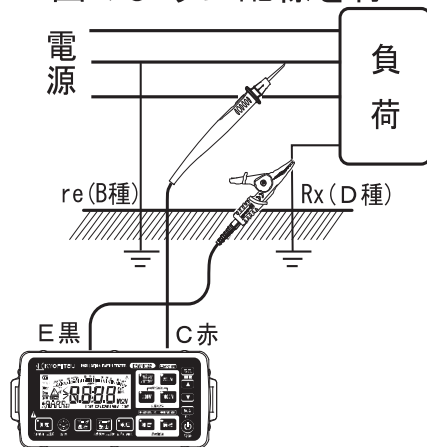

図 9-3
(5) 簡易測定による測定値
簡易測定の場合、2 極法ですので、図 9-3 において C(H) 端子に接続した接地極の接地抵抗値 re が真の接地抵抗値 R_x に加算されて、表示値 Re にあらわれます。